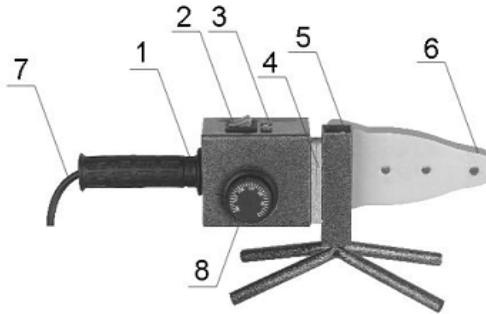

Рисунок 1
2.2.1 Виріб складається з наступних основних частин: нагрівального елемента (6), в який встановлюються циліндричні змінні насадки з тефлоновим покриттям для розігріву стикових поверхонь труб різноманітних діаметрів перед зварюванням; корпусного блоку управління з рукояткою (1), двома світловими індикаторами нагріву і контролю температури (3), терморегулятором (8), вимикачем (2) та фіксованою опорою для під'єднання опори; опора для встановлення та утримання виробу під час розігріву – згідно рис. 1. Виріб комплектується змінними насадками для певної номенклатури діаметрів труб.